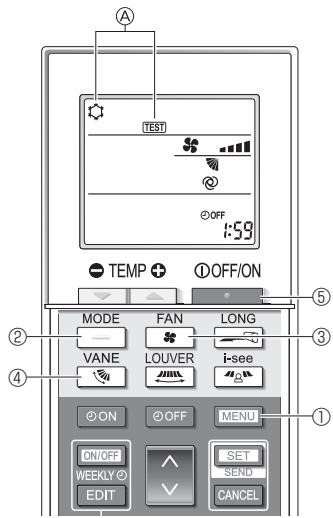

Fig. 8-5
- Pulse el botón **[MENU]** ① durante 5 segundos. (Fig. 8-5)
- Pulse el botón **[MENU]** ①.
En pantalla se visualiza ② [TEST] (PRUEBA) y el modo actual de funcionamiento. (Fig. 8-5)
- Pulse el botón **[—]** ② para activar el modo de refrigeración, y compruebe si sale aire frío de la unidad.
- Pulse el botón **[—]** ② para activar el modo de calefacción, y compruebe si sale aire caliente de la unidad.
- Pulse el botón **[** ③ y compruebe si cambia la velocidad del ventilador.
- Pulse el botón **[** ④ y compruebe que el sistema automático de desviación del aire funciona correctamente.
- Pulse el botón **[■]** ⑤ para detener la prueba de funcionamiento.